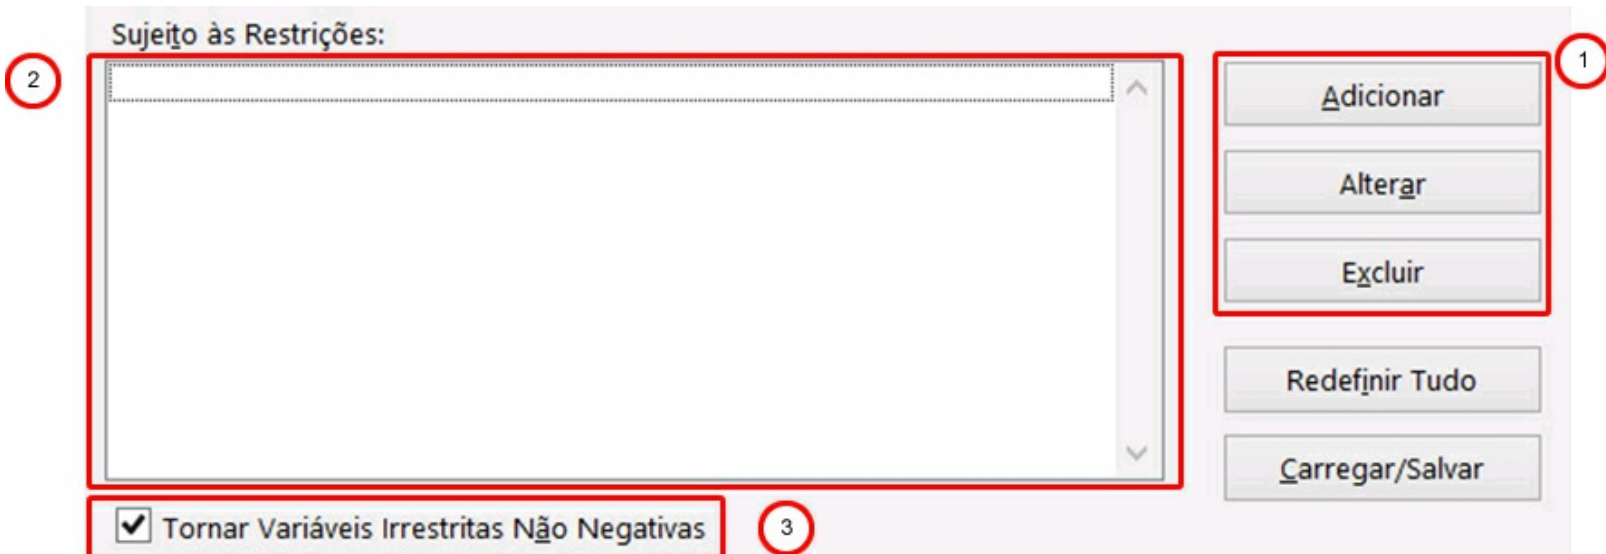

Figura 36 – Indicando restrições no MS Excel.
A Figura 36 ilustra o local do Solver onde iremos programar as restrições. O item 1 da Figura 36 apresenta um menu onde podemos inserir uma restrição através do menu
Adicionar, alterar uma já programada pelo menu Alterar, eliminar uma restrição inserida via o menu Excluir. Quando uma restrição é adicionada ao Solver, a mesma é apresentada em uma lista – item 2 na Figura 36. O item 3 da Figura 36 é uma opção que temos quando desejamos que as variáveis não assumam valores negativos. Você se lembra que ao final dos modelos do Lindo você colocava que as variáveis de decisão deveriam ser ≥ 0 (maiores ou iguais a zero)? É isso que essa opção faz, ou seja, não é necessário adicionar essas restrições no seu modelo.